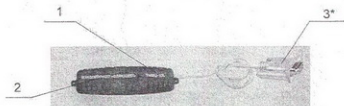

Рис.2. Внешний вид термогигрометров ТМФЦ-105, ТМФЦ-106 (на примере ТМФЦ-105), вид спереди
2.3.2 Внешний вид термогигрометров ТМФЦ-105, ТМФЦ-106 спереди приведен на рис. 2